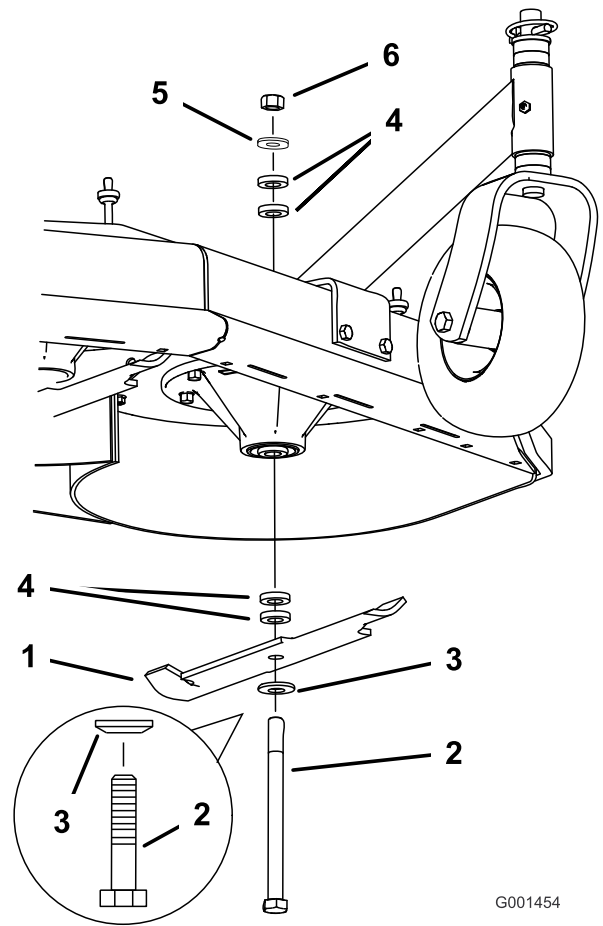

Figura 16
3. Sujete el perno de la cuchilla y retire la tuerca (Figura 16).
4. Deslice el perno por el eje, y cambie los espaciadores según sea necesario (Figura 16).
5. Instale el perno y la arandela curva, añada los espaciadores adicionales que sean necesarios, y sujételos con una arandela fina y una tuerca (Figura 16).